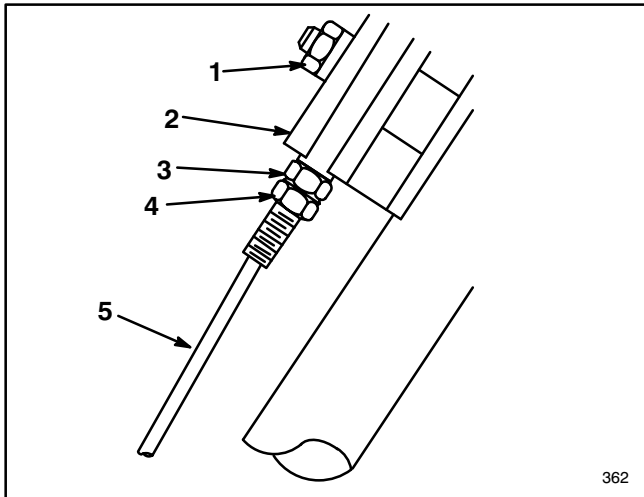

Figure 21
2. Desserrer l'écrou du bloc de support (Fig. 21).
3. Desserrer le contre-écrou inférieur du câble d'entraînement des roues (Fig. 21).
8. Quand le réglage est terminé, le contre-écrou supérieur doit se trouver contre le bloc de support (Fig. 21).